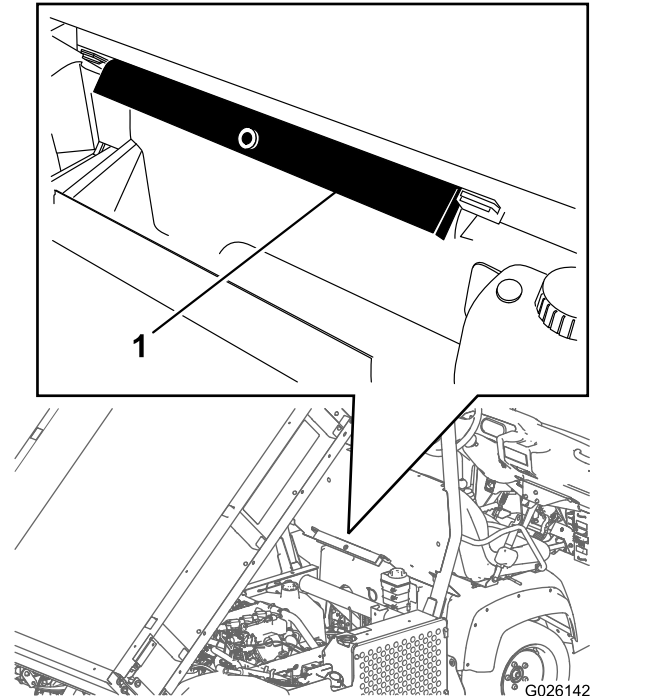

Figure 20
2. Sortez la béquille de sécurité des supports de rangement au dos du panneau de la structure ROPS (Figure 20).